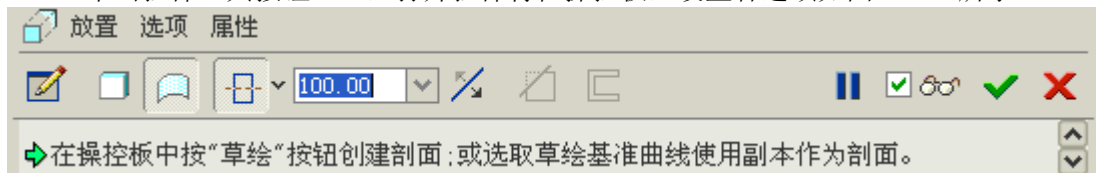

图 3-205
(1) 单击拉伸工具按钮，打开拉伸特征操控板，设置各选项如图 3-205 所示。